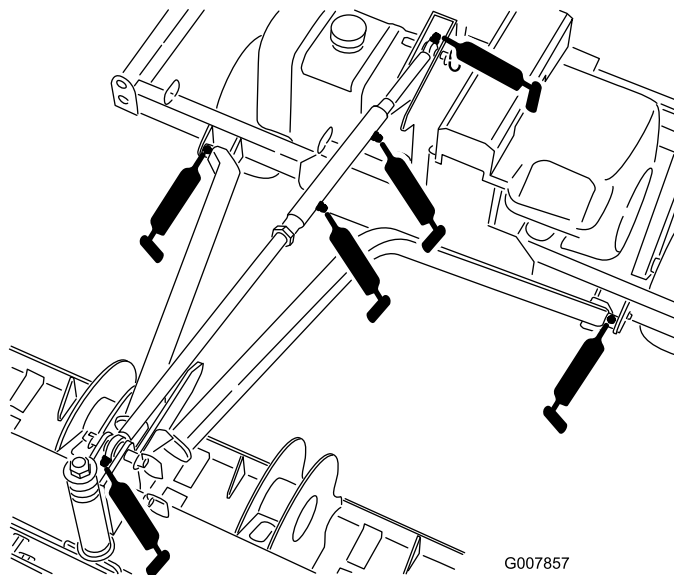

Figura 39
- Telaio di traino (2); vedere Figura 39.